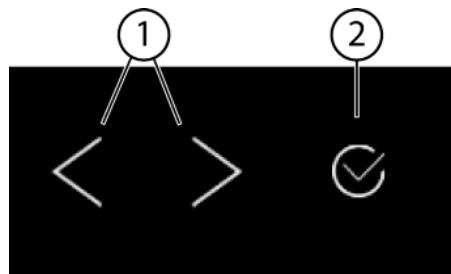
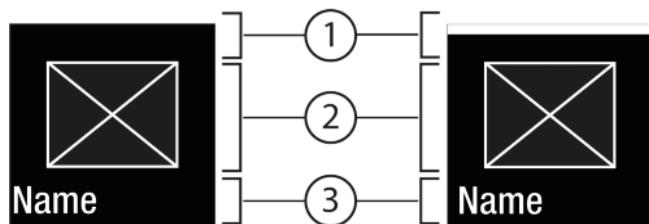
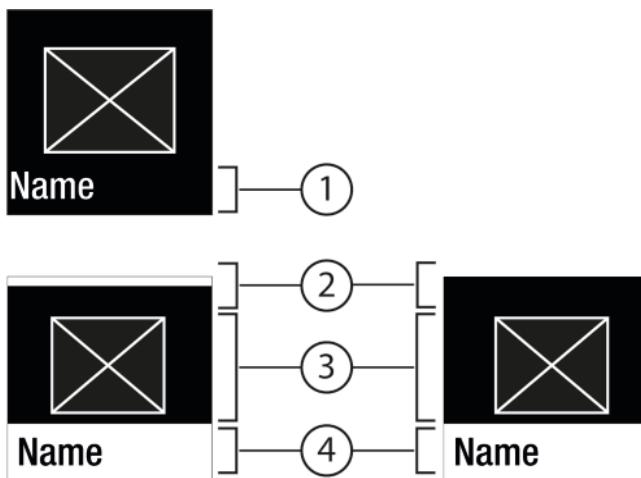

Fig. 5
Fig. 6
Fig. 7
- (1) Навигационная стрелка влево / вправо
- (2) Подтвердить
Навигационная стрелка влево / вправо Fig. 5 (1):
Подтвердить Fig. 5 (2):
- Навигация при помощи навигационной стрелки влево / вправо Fig. 5 (1).
- С помощью Подтвердить Fig. 5 (2) активировать Fig. 6 (1) / деактивировать Fig. 6 (1) функцию / настройку.
- С помощью Подтвердить Fig. 5 (2) вызвать Подменю Fig. 7 (4).
- Установка нового значения: С помощью Подтвердить Fig. 5 (2) выбрать деактивированное значение Fig. 6 (1).
- Назад в меню: С помощью Подтвердить Fig. 5 (2) выбрать уже активированное значение Fig. 6 (2).
- Навигационные стрелки Fig. 5 (1) нажмите до тех пор, пока не появится индикация функции .
- Нажмите на Подтвердить Fig. 5 (2).
- Навигационные стрелки Fig. 5 (1) нажмайте до тех пор, пока не появится индикация функции .
- С помощью навигационных стрелок Fig. 5 (1) выберите значение настройки.
- Состояние: активировано Fig. 6 (1) появляется недолго в Подменю Fig. 7 (4).
- ▶ Нажмайте навигационные стрелки *Fig. 5 (1)* до тех пор, пока не появится индикация настроек .
- ▶ Нажмите на Подтвердить *Fig. 5 (2)*.
- ▶ Нажмайте навигационные стрелки *Fig. 5 (1)* до тех пор, пока не появится индикация требуемой настройки.
- ▶ Нажмите и удерживайте в течение 3 секунд Подтвердить *Fig. 5 (2)*.